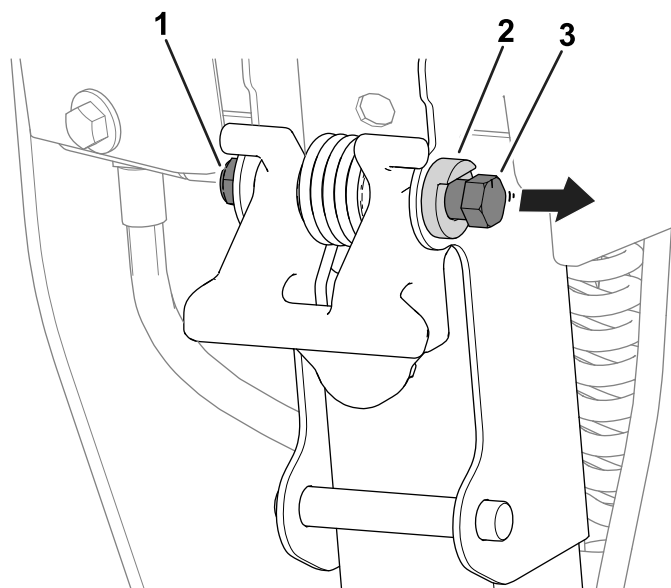

Figura 13
1. Slăbiți piulița de la urubul cu clichet astfel încât capul urubului să se poată deplasa liber chiar dincolo de opritorul pivotului (Figura 13).
3. Strângeți piulia de pe urubul cu clichet (Figura 13) astfel încât noua poziție a urubului să fie fixată pe opritorul pivotului.